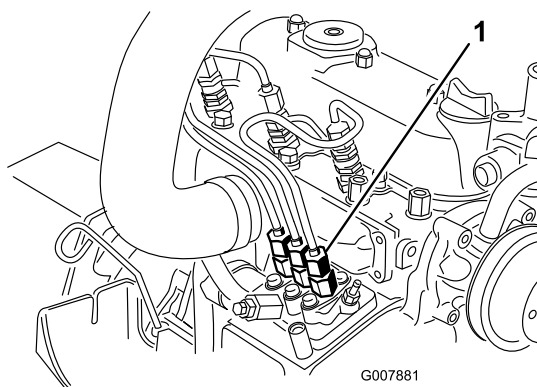

Figure 41
1. Placez un chiffon sous le raccord du tuyau allant de la pompe d'injection à l'injecteur n° 1, comme montré à la Figure 41.